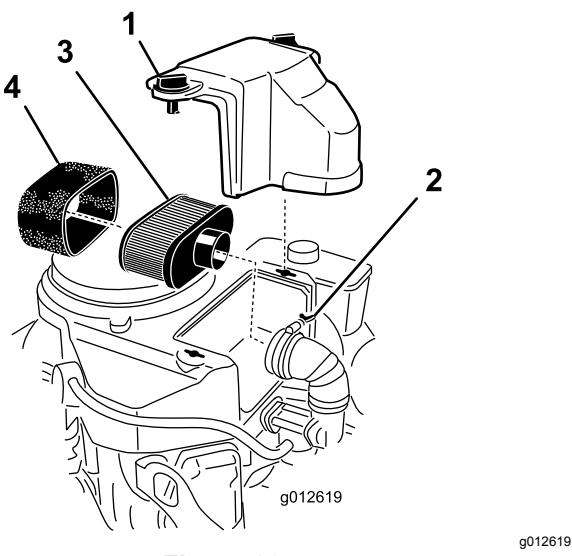

Figura 23
3. Limpie la zona alrededor del limpiador de aire para evitar que entre suciedad en el motor y cause daños (Figura 23).
4. Desenrosque los pomos de la tapa y retire la tapa del limpiador de aire (Figura 23).
5. Desenrosque la abrazadera y retire el conjunto del limpiador de aire (Figura 23).
6. Retire cuidadosamente el filtro de gomaespuma del filtro de papel (Figura 23).
2. Coloque el conjunto del limpiador de aire sobre la base del limpiador de aire y fíjelo con 2 tuercas de orejeta (Figura 23).
3. Coloque la cubierta del limpiador de aire y apriete el pomo de la cubierta (Figura 23).
Importante: No llimpie el filtro de papel, cámbielo (Figura 23)
1. Deslice cuidadosamente el elemento de espuma sobre el elemento de papel del limpiador de aire (Figura 23).